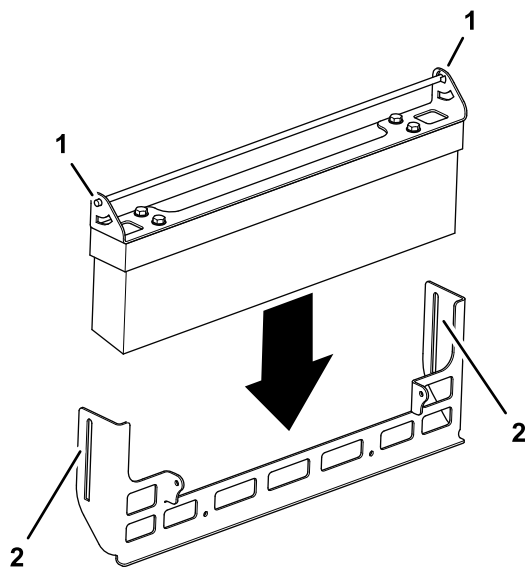

Figura 2
- Monte el cepillo y el soporte de ajuste del cepillo en el bastidor del cepillo, tal y como se muestra en la Figura 2.